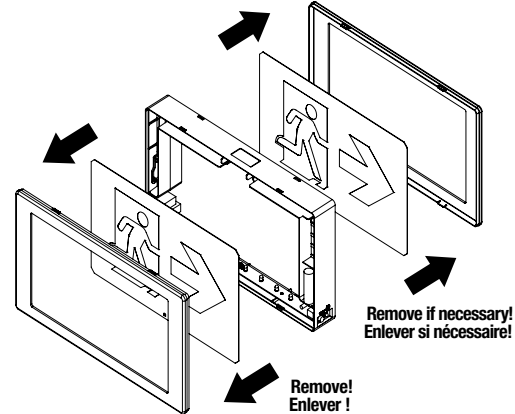

Fig. 1
2. Retirer le couvercle avant et le panneau du pictogramme à l'aide d'un tournevis plat (Fig. 1).
6. Monter l'unité de façon sécuritaire en place sur la boîte de jonction en utilisant les quatre (4) vis et la plaque d'adaptation à débouchures universelles.
7. Glisser le pictogramme approprié "RUNNING MAN" dans le cadre de l'enseigne (Fig. 1) en choisissant la bonne orientation et le clipser ensemble avec le boîtier de l'unité.
1. Enlever le bouchon supérieur de système de fixation pour le pavillon de recouvrement (voir Fig. 1).
3. Si une deuxième face est requise, retirer la plaque arrière et installer la deuxième plaque frontale (Fig. 1).
6. Monter le pavillon de recouvrement en place sur boîte de jonction dans le plafond en utilisant les quatre (4) vis et la plaque d'adaptation à débouchures universelles.